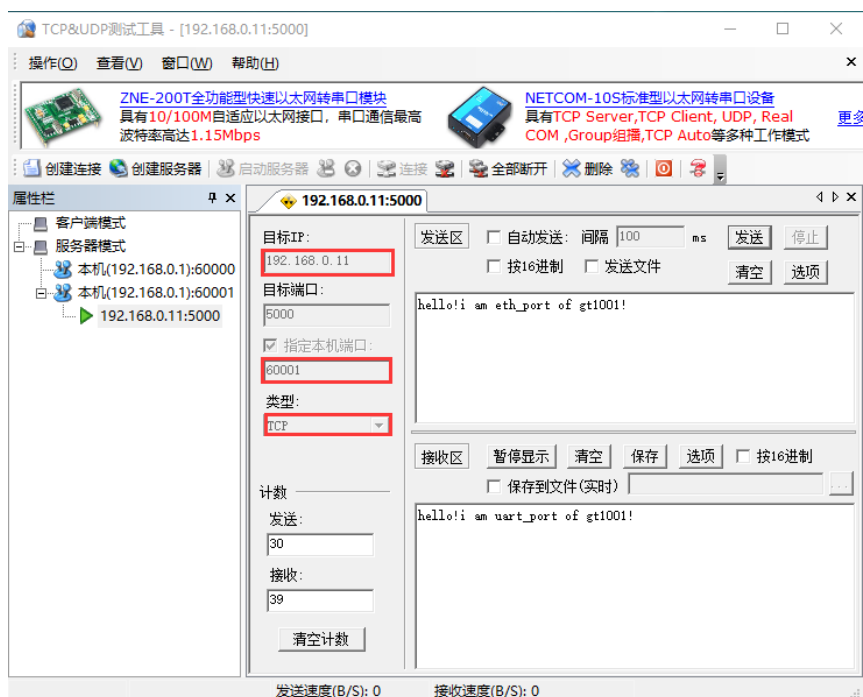

图 10-10 多个电脑端服务器设置界面
(4) 该模式下，可将多个模块连接在同一台电脑服务器上，同时实现与多台串口设备的通信，如图 9-10 所示。此时采用如 10-8 所示的设置方法增加相应的服务器即可，如图 10-10 所示。